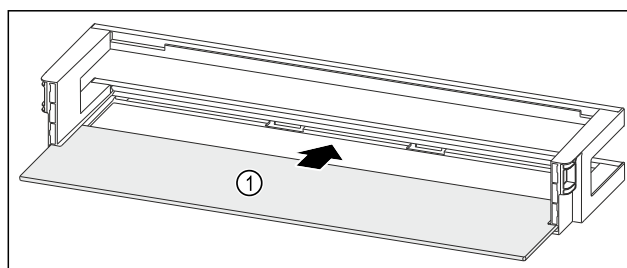

Fig. 164 Durvju plaukts ar plauktu
- Iebīdiet plauktu Fig. 164 (1) sānu padziļinājumos.